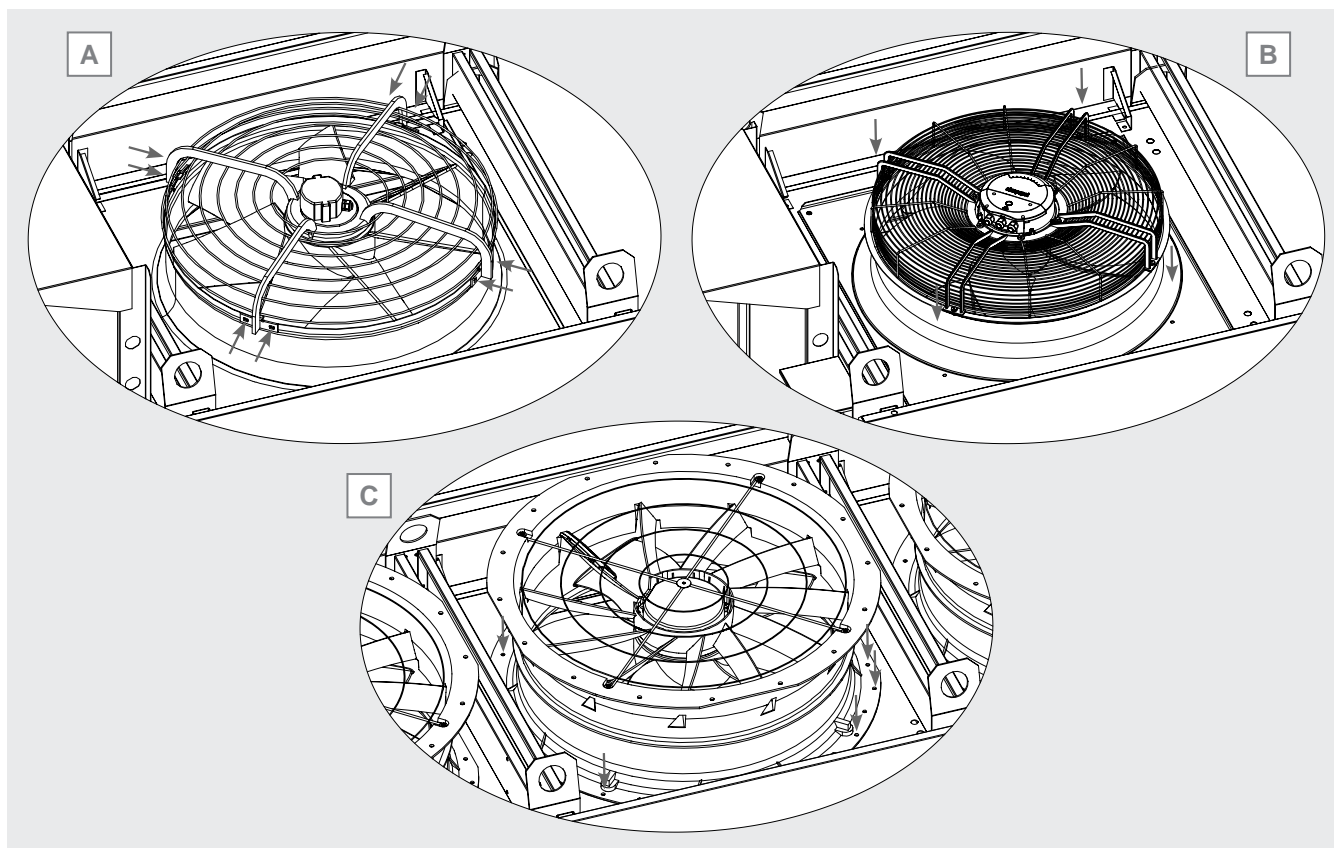

Figure 35
de vis à fixation radiale. Voir la Figure 35 A.
- Motoventilateur à fixation plane : la grille du motoventilateur est fixée à la buse installée sur le modèle au moyen de vis fixées verticalement sur une bride. Voir Figure 35 B.
- Motoventilateur avec buse intégrée : le motoventilateur est intégré dans une buse fixée directement sur le convoyeur du modèle. Voir Figure 35 C.
- ventilateur à fixation radiale et plane : repérer les vis qui fixent la grille du ventilateur à la buse et les retirer complètement. Conservez-les dans un endroit approprié. Voir la Figure 35 A et B.
- ventilateur avec buse intégrée : repérer les vis qui fixent la buse au modèle et les retirer complètement. Les ranger dans un endroit approprié. Voir Figure 35 C.